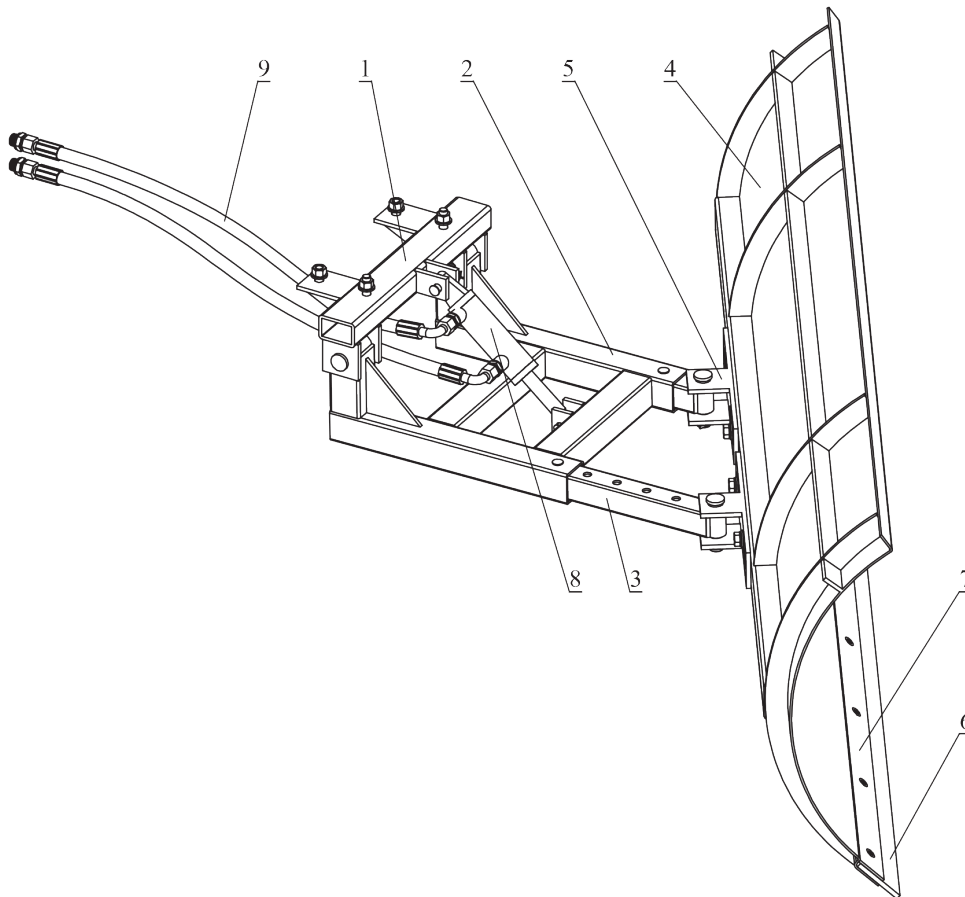

Рисунок 2.
- Установите основание отвала на раму мини-трактора (поз. 1, рис. 2) и закрепите болтами М12.
- К основанию отвала (поз. 1, рис. 2) присоедините раму отвала (поз. 2, рис. 2) с установленными выдвигными балками (поз. 3, рис. 2) и зафиксируйте пальцами М20х80, пальцы зашплинтуйте.
- Установите два крепления отвала (поз. 5, рис. 2) на выдвигные балки (поз. 3, рис. 2) и зафиксируйте пальцами М20х80, пальцы зашплинтуйте.
- Установите нож на отвал (поз. 6, рис. 2) и зафиксируйте прижимной пластиной (поз. 7, рис. 2) и болтами М8х16.
- Соедините основание и раму отвала с помощью гидравлического цилиндра (поз. 8, рис. 2). Зафиксируйте гидроцилиндр пальцами D=12мм, D=10мм. Пальцы зашплинтуйте.
- С помощью штуцеров подсоедините два гидравлических шланга (поз. 9, рис. 2) к гидравлическому цилиндру (поз. 8, рис. 2). Используйте уплотнительные шайбы D=14мм между штуцерами и гидроцилиндром.
- Установите отвал (поз. 4, рис. 2) на выдвигные балки и закрепите болтами М12 (по два на каждое крепление).
Угол поворота отвала относительно прямолинейного движения регулируется путем перемещения выдвигных балок (поз. 3, рис. 2) на необходимую длину, для этого:
- Ослабьте болты, соединяющие отвал и крепления отвала (поз. 4, 5, рис. 2).